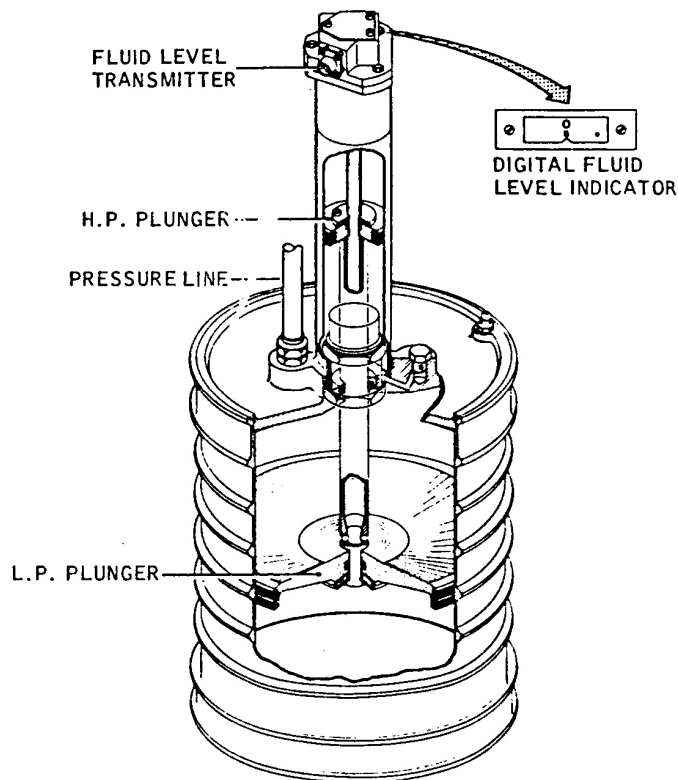

Bild 8.2 Reservoir bei dem der Vordruck durch das Bootstrap-Prinzip aufgebaut wird (Beispiel: VFW 614)
- mit Hydraulikdruck (Bootstrap-Prinzip) (Bild 8.2),